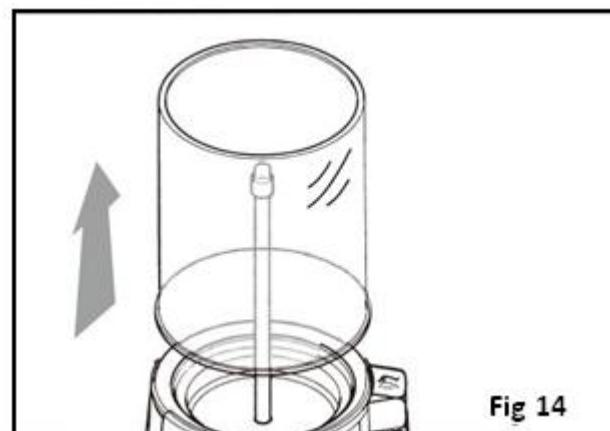

Fig 14
- Faites-le glisser vers le haut en vous servant de vos deux mains (Fig. 14).